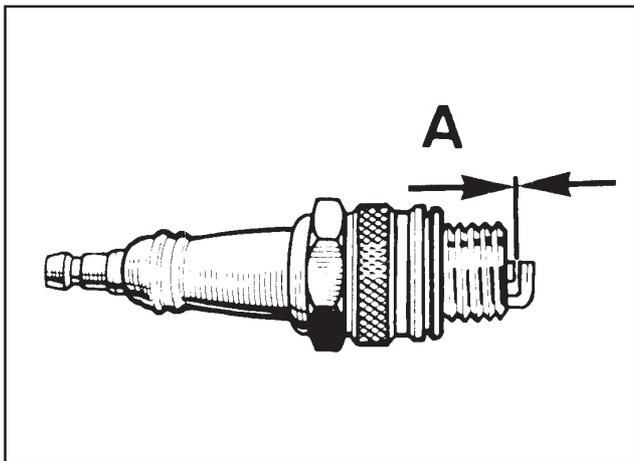

Fig.33
**SPARK PLUG (Fig.33)**
**BOUGIE (Afb.33)**
**BOUGIE (Fig. 33)**